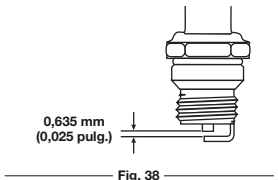

Fig. 38
3. Cambie las bujías que estén rajadas, sucias o deterioradas. Fije la separación de aire a 0,635 mm (0,025 pulg.) utilizando un calibrador (Fig. 38).